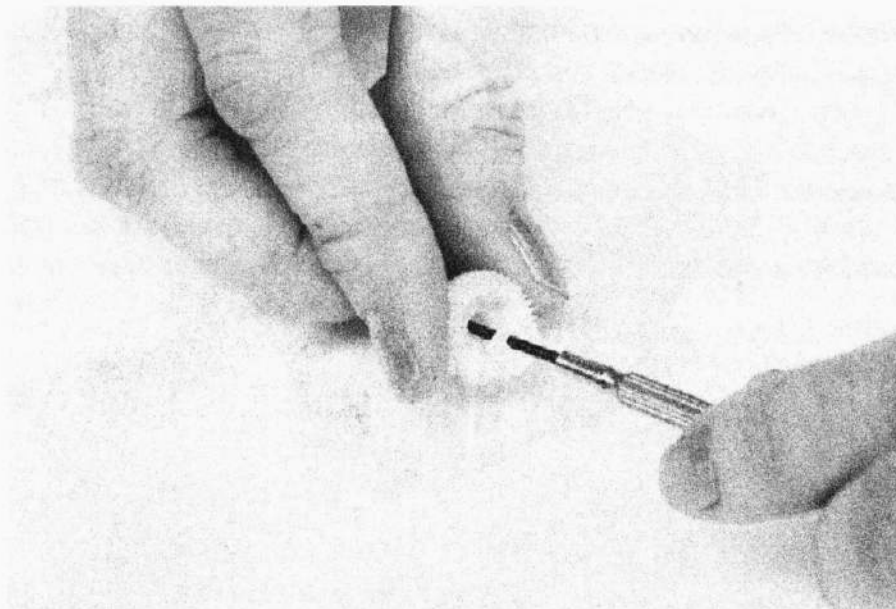

Рис. 15.18. Удалите фиксатор вала потенциометра
11. При помощи маленькой отвертки удалите фиксирующий зажим вала потенциометра, как показано на рис. 15.18.